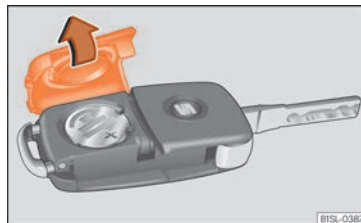

Fig. 129 Chiave del veicolo: copertura del vano della batteria.
La batteria si trova nella parte posteriore della chiave del veicolo, sotto un coperchio » **fig. 129**.
- Togliere il coperchio della parte posteriore della chiave del veicolo » fig. 129 nel senso della freccia » ❶.
- Posizionare il coperchio della chiave del veicolo, premendolo come indicato » fig. 129, nel senso contrario alla freccia, fino a che si incastra.
❶ ATTENZIONE